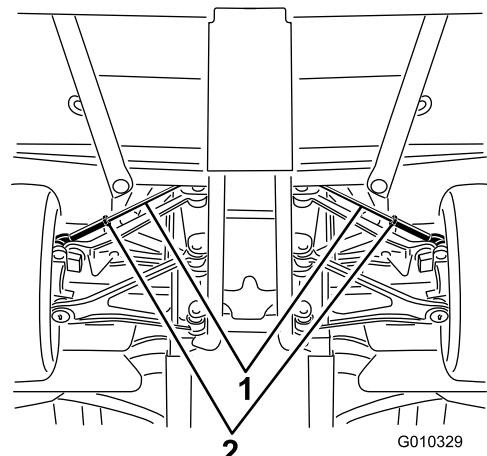

Figura 60
- Afloje la contratuerca del centro del tirante (Figura 60).